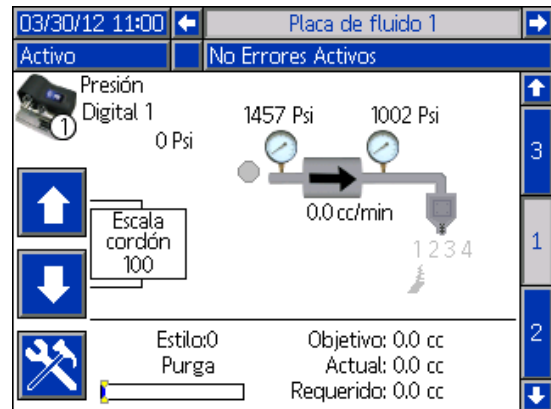

Рис. 30
4. Запишите значение объема поданной жидкости, отображаемое на вкладке Fluid Plate x («Жидкостная пластина x») в меню 1. См. Рис. 30, стр. 43.
- Запишите значение объема поданной жидкости, отображаемое на вкладке Fluid Plate x («Жидкостная пластина x») в меню 1. См. Рис. 30, стр. 43.